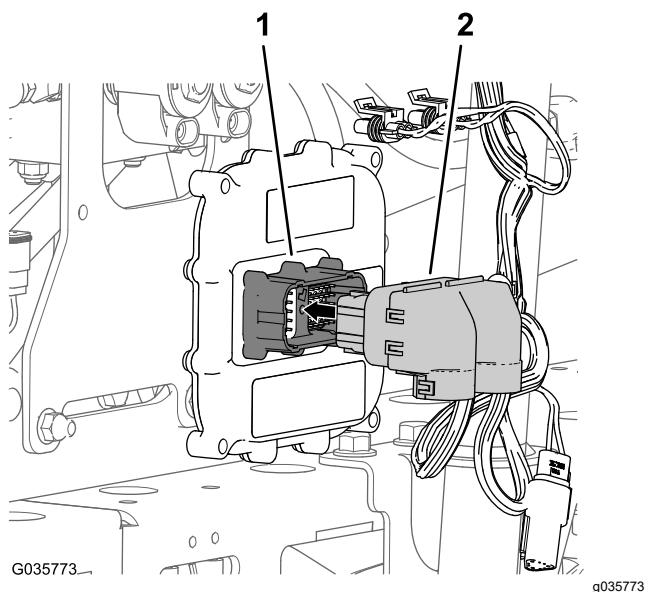

Figura 28
2. Collegate il connettore a 50 prese del cablaggio preassemblato per le barre Sonic Boom al connettore a 50 pin del controller elettronico e fissate i connettori con la vite a esagono incassato (Figura 28).